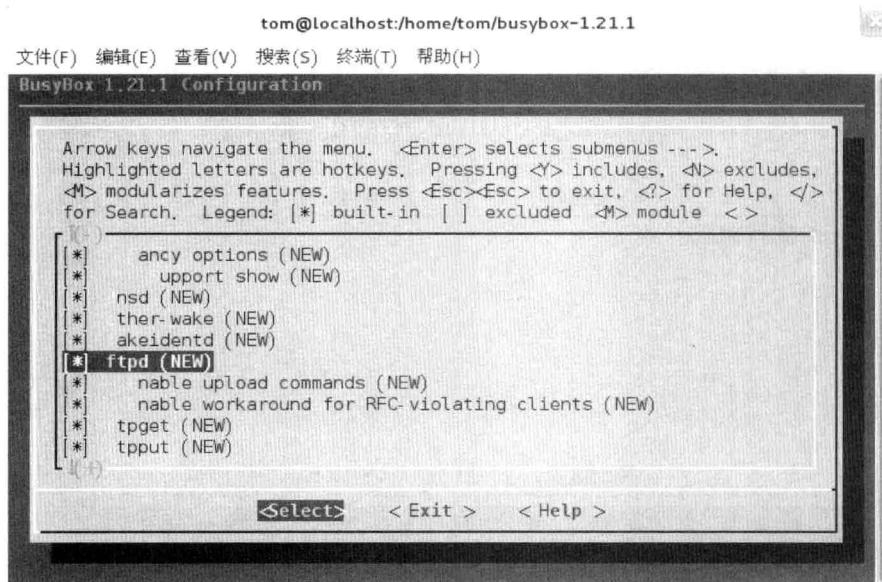

图 5.8 配置网络工具（Networking Utilities）
(9) 必须配置网络工具（Networking Utilities），要与开发板进行通信，或者上传文件到开发板上时，需要通过网络进行传输。因此，需要设置 IP 工具（ifconfig）、文件传输工具（FTP）等，可以不用支持 IPv6、ARP 等工具，如图 5.8 所示。